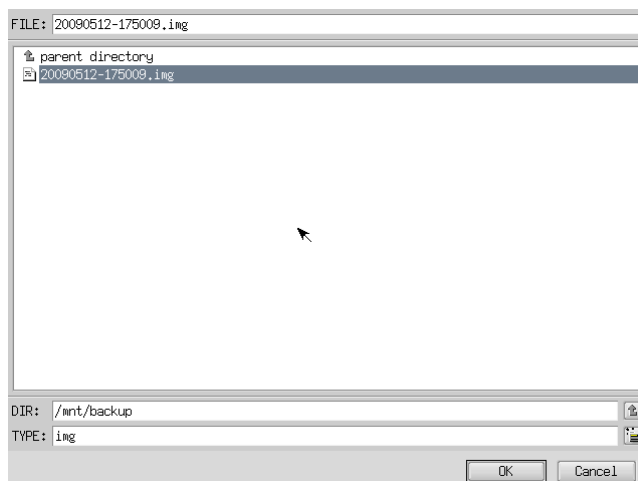

図 6-4-3. ファイル参照画面
- ⑦ ファイル参照画面（図 6-4-3）が表示されます。②で接続したメディアは、/mnt にマウントされているので、/mnt 以下から目的のファイルを探してください。[OK]を押すとファイル選択画面にもどります。